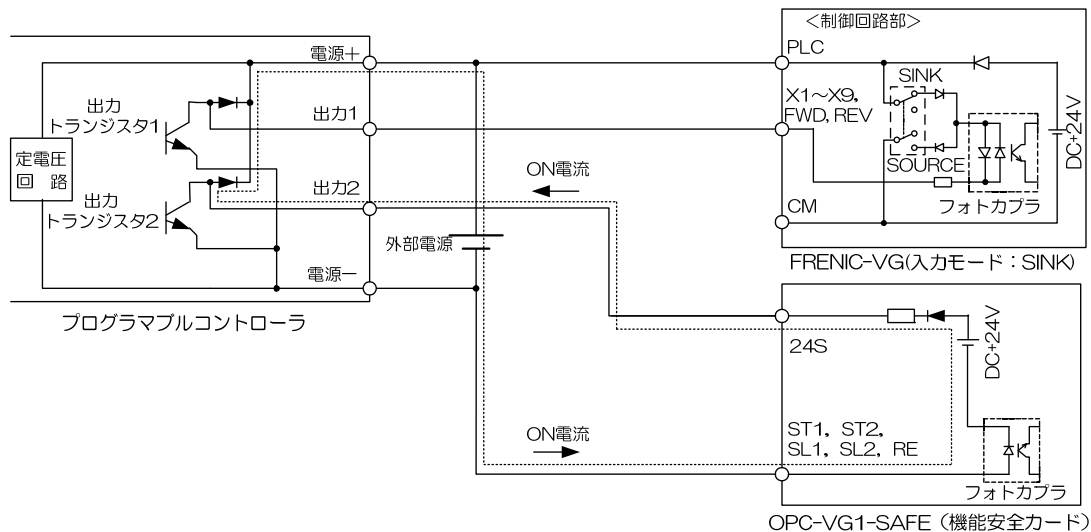
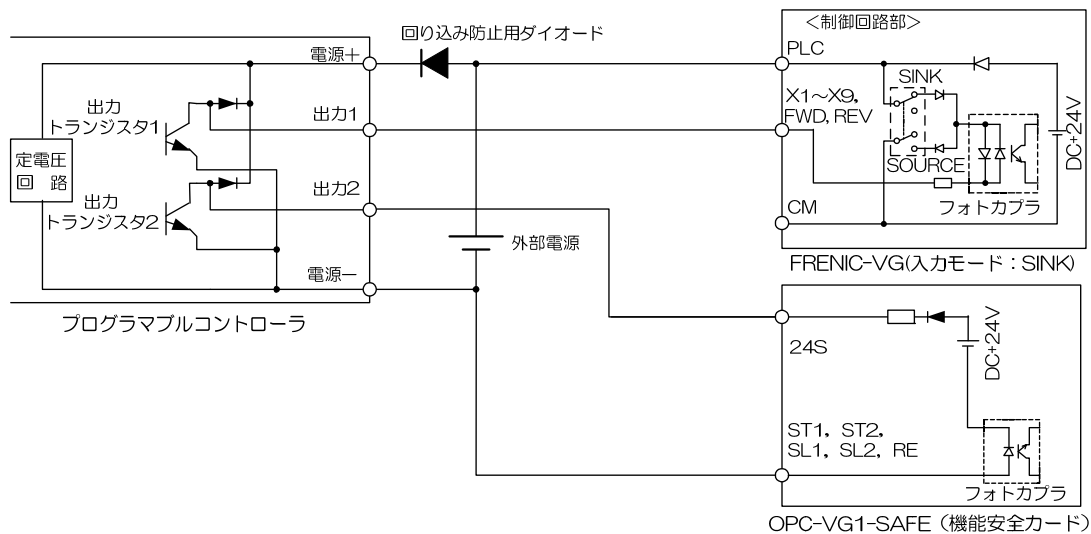
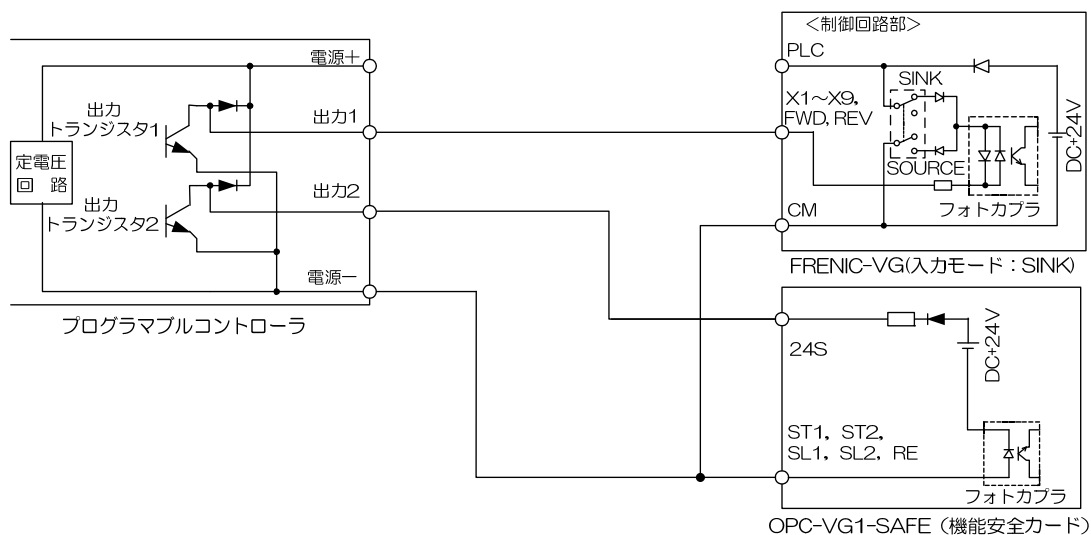

図 2.3 問題となる回路例
図 2.4 推奨回路例 1
図 2.5 推奨回路例 2
- (*7) FRENIC-VG 本体の制御回路 (シンク) と機能安全カードのデジタル入力端子 (ソース) を、プログラマブルコントローラにて ON/OFF する場合、図 2.3 のように配線を行うと機能安全カードのデジタル入力が OFF しない可能性があります。図 2.4 のように回り込み防止ダイオードを接続するか、図 2.5 のように外部電源を使用しない配線を行ってください。
- (*7) FRENIC-VG 本体の制御回路(シンク)と機能安全カードのデジタル入力端子(ソース)を、プログラマブルコントローラにて ON/OFF する場合、図 2.3 のように配線を行うと機能安全カードのデジタル入力が OFF しない可能性があります。図 2.4 のように回り込み防止ダイオードを接続するか、図 2.5 のように外部電源を使用しない配線を行ってください。